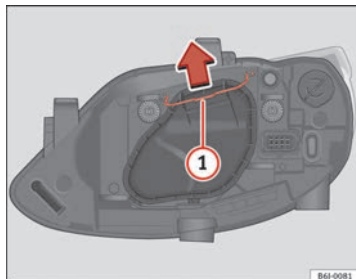

Abb. 148 Abblend- / Fernlicht bei Einfachscheinwerfer
- Verschieben Sie die Strebe ⇒ Abb. 148 ① in Pfeilrichtung und nehmen Sie den Deckel ab.